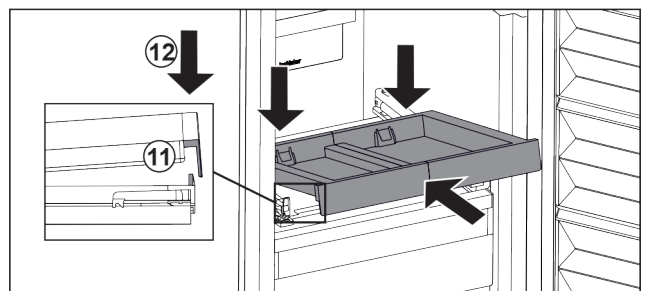

Fig. 84
- ▶ L'insérer en l'inclinant. Veiller à ce que, des deux côtés, la butée soit derrière la languette. *Fig. 84 (11)*
- ▶ Déposer le compartiment coulissant par l'avant. *Fig. 84 (12)*